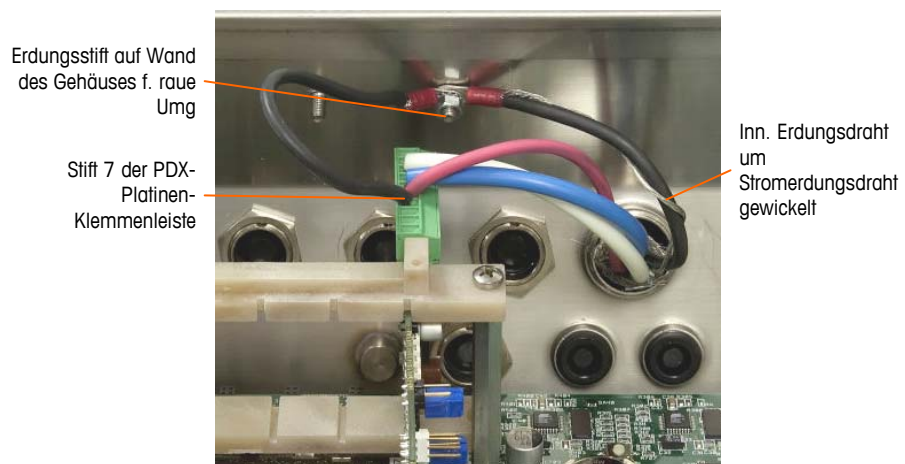

Abbildung 2-47: Stromerdungsanschluss des PDX-Kommunikationskabels, Gehäuse für raue Umgebungen
- b. Als Nächstes den inneren Erdungsdraht des Kommunikationskabels zusammen mit dem Stromerdungsdraht verdrehen und mit einer weiteren Ringklemme einen Anschluss zum selben Erdungsstift herstellen (siehe Abbildung 2-47).